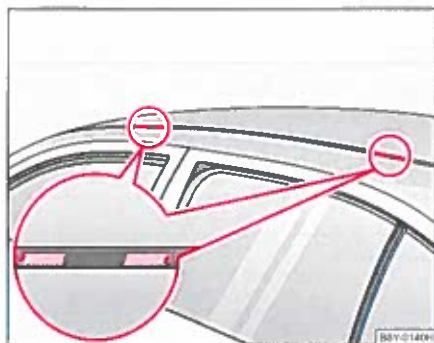

Fig. 66 Monteringspunkter til grundsættet
- Fjern forsigtigt plastpropperne ⇒ fig. 66 med en tynd skrue-trækker, således at lakken ikke beskadiges.